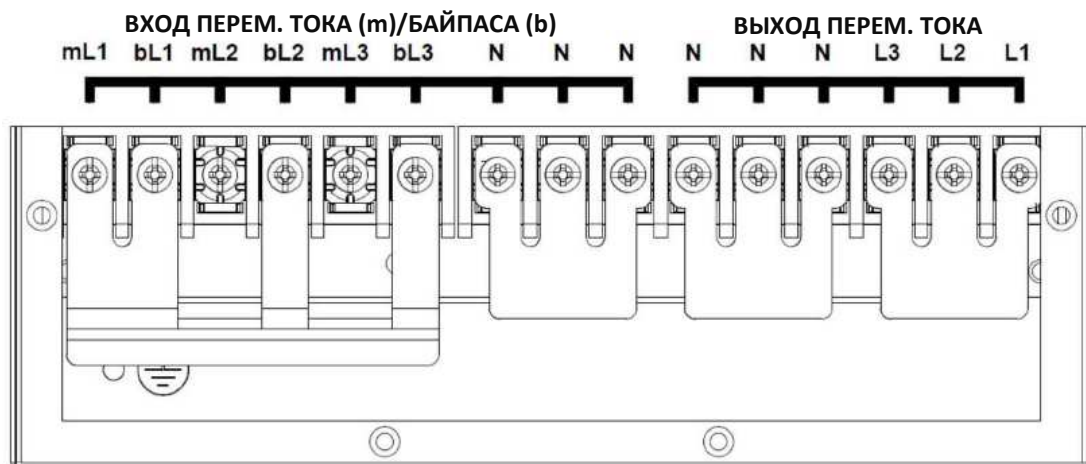

Рис. 6-9. Установка шины БРП для конфигурации с однофазным выходом и входом от одного источника питания
1. Установите шины в соответствии с **рис. 6-9**.